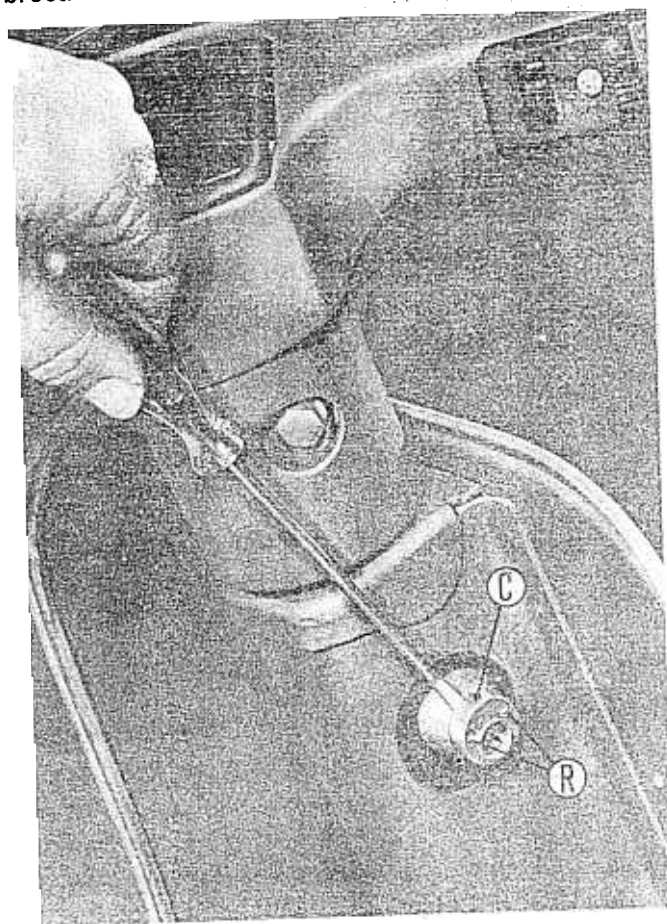

Fig. 10 R
**Fig. 10 R. Desmontaje y montaje dispositivo anti-hurto** (modelos Vespas PR-PN-T-NV-NK-PK): Para sustituir el anti-hurto, quitar la tapa «C» y los remaches «R», actuando con un destornillador como se ilustra en la figura. Introducir la llave en la cerradura, llevarla en la posición normal de «abierto» y sacar el grupo pestillo de la cerradura de su alojamiento. Al montaje usar nuevos remaches.